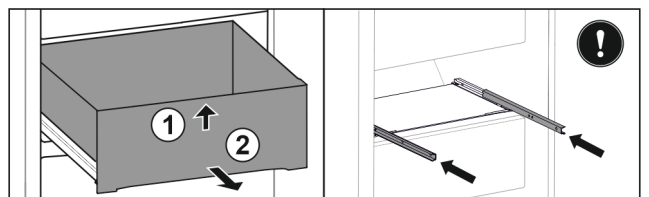

Fig. 98
- ▶ Predal spredaj dvignite. Fig. 98 (1)
- ▶ Predal vzemite ven v smeri naprej. Fig. 98 (2)